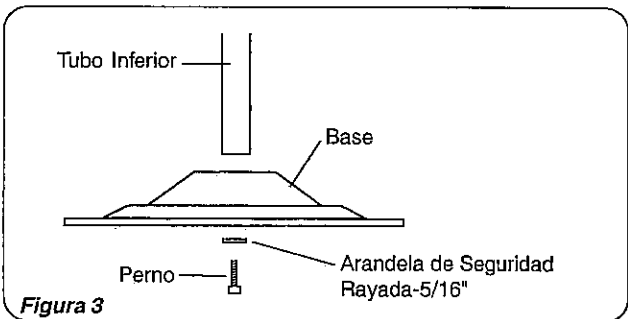

Figura 3
3. Fijar la Tubo Inferior a la Base con el Perno y la Arandela de Seguridad Rayada (Figura 3) Apretar con la Llave Hexagonal suministrada FIRMEMENTE.